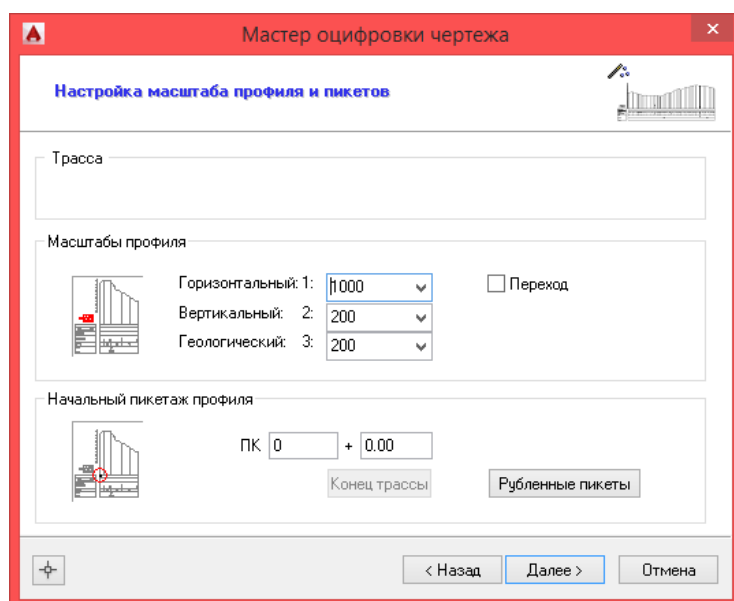

Рис. 24 Мастер оцифровки - указание масштабов профиля
3. На первом шаге в *Мастере оцифровки* установить переключатель в положение *Создать новую трассу* (см. рис. 23) и ввести название трассы, например, ТРАССА. Указать, что данный чертеж является переходом (флажок *Переход*, см. рис. 24).